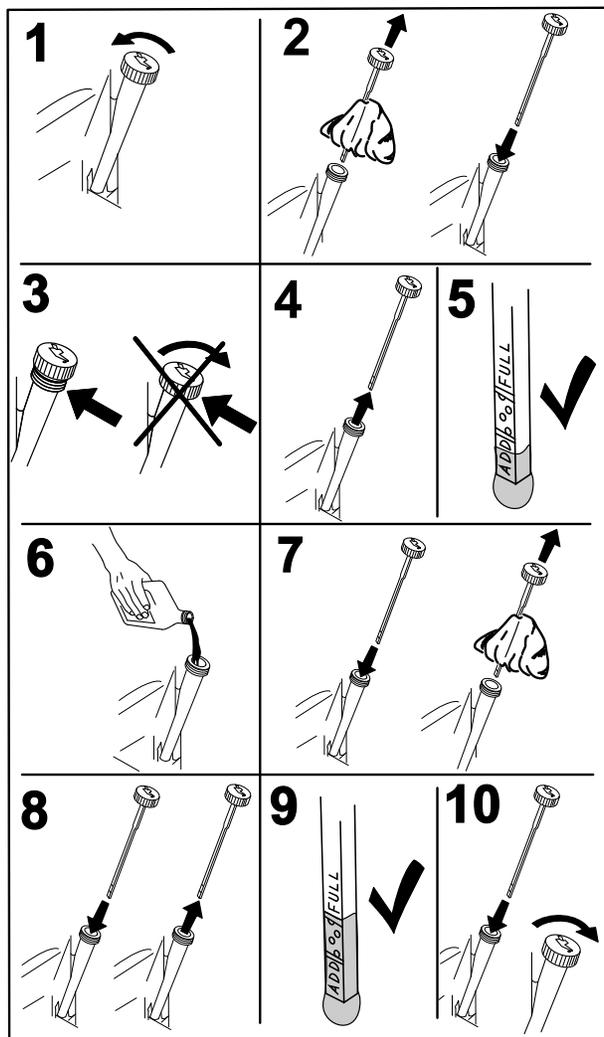

Figure 41
- Avant de quitter la position de conduite, coupez le moteur, enlevez la clé de contact et attendez l'arrêt complet de toutes les pièces mobiles (Figure 41).